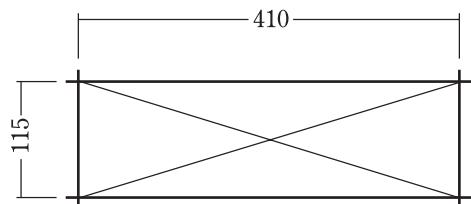

図1 開口寸法
- ① 内箱の投入口の寸法より、タテ・ヨコとも10mm程度大きめの穴をあけておく。（上図1参照）
- ② 内箱を取付ビスで固定する。
- ③ 差入口を表から内箱の投入口に挿入する。
- ④ 内箱の中からビスで、差入口と内箱を固定する。